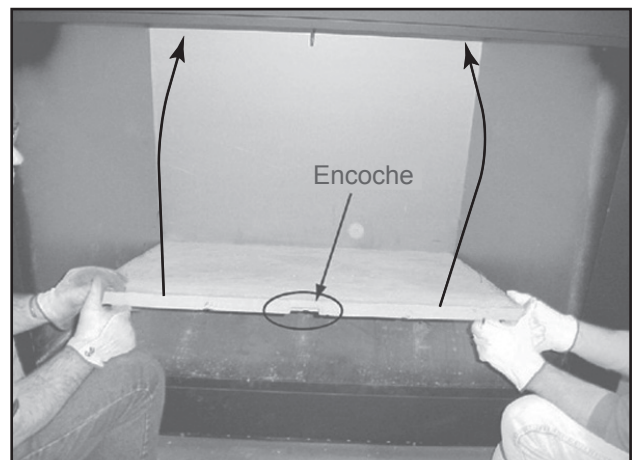

Figure 8.3 Installer la brique réfractaire arrière
- Placez la partie inférieure de la brique réfractaire arrière contre l'arrière du foyer et centrez-la d'un côté à l'autre. Voir la figure 8.3. Assurez-vous de le positionner de sorte que l'encoche de retenue soit en haut.